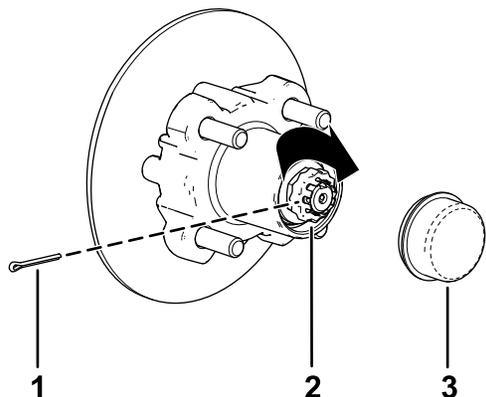

Figure 42
sont alignés et permettent d'insérer la goupille fendue (Figure 42).
9. Insérez la goupille fendue et repliez chaque jambe autour du frein d'écrou (Figure 42).
10. Reposez le couvercle-moyeu sur le moyeu (Figure 42).